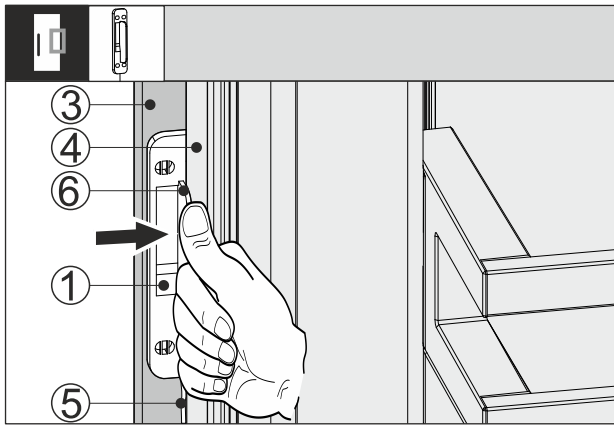

Fig. 65
- Pousser le capteur de frappe Fig. 65 (1) entre la façade du meuble Fig. 65 (3) et la porte de l'appareil Fig. 65 (4) de manière à légèrement tendre le câble Fig. 65 (5). La butée Fig. 65 (6) du capteur de frappe est contre la porte de l'appareil Fig. 65 (4).
- Presser le capteur de frappe Fig. 65 (1) contre la façade du meuble Fig. 65 (3).
- Le capteur de frappe Fig. 65 (1) est collé. Coller le capteur de frappe permet d'optimiser la transmission du signal de frappe.
La fixation permanente du capteur de frappe Fig. 65 (1) augmente sa durée de vie.
- Avec les vis fournies, visser le capteur de frappe Fig. 65 (1) sur la façade de l'appareil Fig. 65 (3).